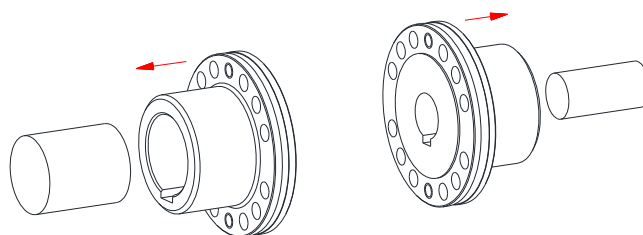

figura 8: Montagem do acoplamento flangeado
- Monte as flanges do acoplamento no eixo do lado de acionamento e no lado de saída (veja figura 8).